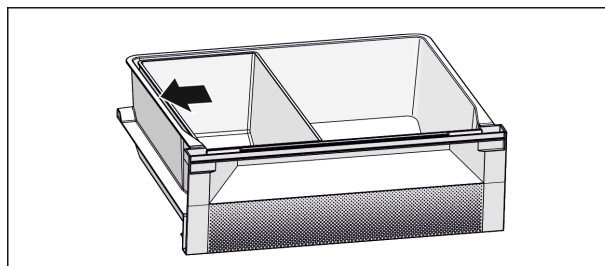

Fig. 7
- Für eine optimale Kühlungsfunktion: Fish & Seafood-Schale nach Abbildung (siehe Fig. 7) positionieren.